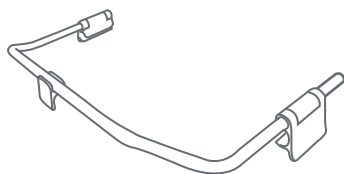
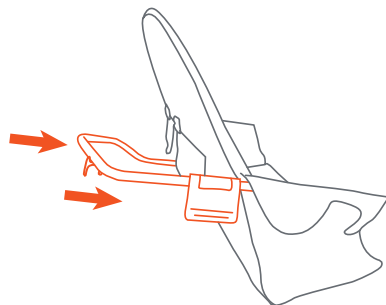

Fig. 7a
Fig. 7b
7) • **To assemble the child seats:** Guide the the frame with the plastic tab facing down (Fig. 7a) into the arm slots in the back of the seat. Insert the frame fully into the slot and repeat for the other side (Fig. 7b).
• **Para ensamblar los asientos para niños:** Guíe el marco con la pestaña de plástico hacia abajo (Fig. 7a) en las ranuras para los brazos en la parte posterior del asiento. Inserte el marco completamente en la ranura y repita para el otro lado (Fig. 7b).
NOTA: UTILICE AMBOS ASIENTOS AL MISMO TIEMPO (Fig. 7a).